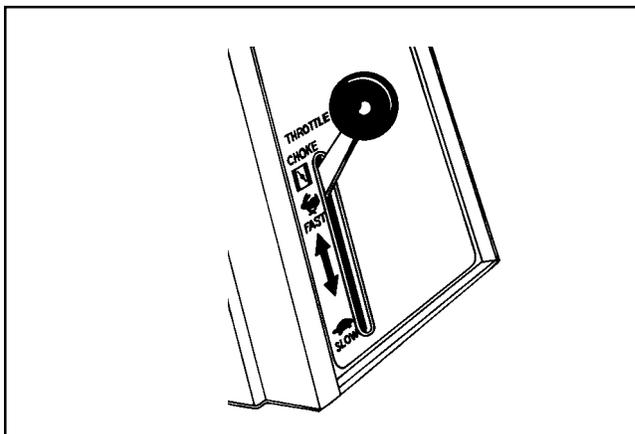

Figura 5-16. Posizione dell'acceleratore per l'avviamento del motore.
1. **Motore caldo o freddo** – Portare il comando di acceleratore/starter in posizione "fast/choke on". In tal modo verrà "attivato" anche lo starter. Vedere Figura 5-16.